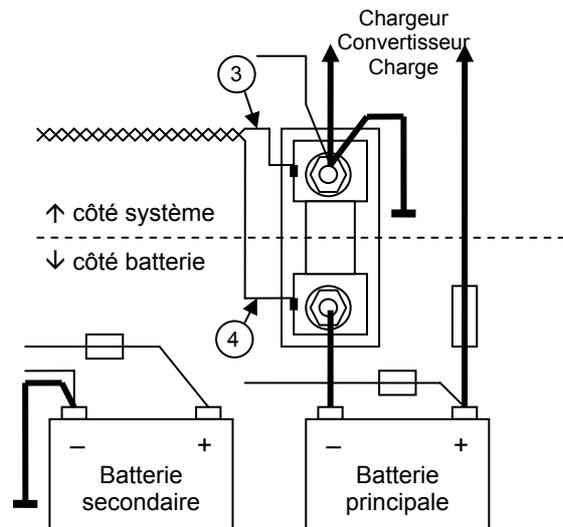

Figure 3
4. Faire passer les fils torsadés (2 x 0,25 mm²) entre le shunt et le *Masterlink MICC*. S'assurer qu'ils sont assez longs pour être raccordés au côté gauche du shunt. Le tension de sortie du shunt étant très faible (entre 0 et 50 mV), il est donc essentiel que les branchements soient fiables. Eviter la corrosion des connexions et du câblage. Veiller à ce que les branchements côté système et côté batterie soient effectués correctement (3 et 4) (voir figure 3). La longueur maximum de ce câble ne doit pas dépasser 25 mètres / 80 ft.
11. Raccorder le fil négatif du système au côté système (voir figure 3) du shunt.
12. Raccorder la borne négative de la batterie secondaire (de démarrage) au côté système (figure 3) du shunt
13. Raccorder le côté batterie du shunt (figure 3) à la borne négative de la batterie principale